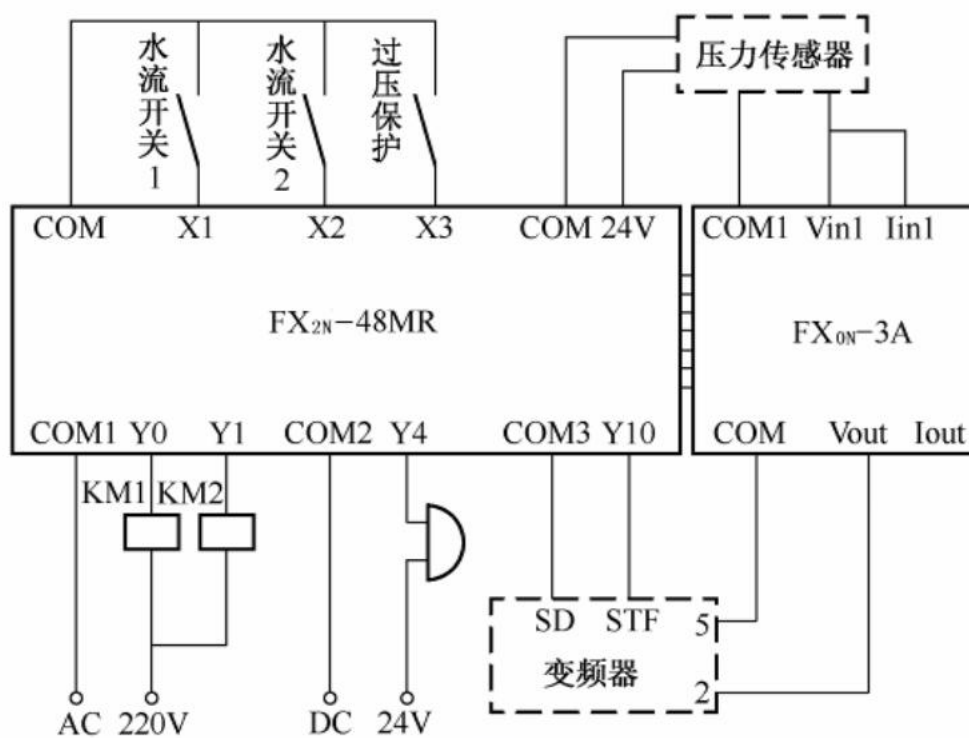

图9-52 系统接线图
根据控制要求及I/O分配，其系统接线图如图9-52所示。
(1) 将触摸屏RS232接口与计算机连接，将触摸屏RS422接口与PLC编程接口连接，编写好FX0N-3A偏移/增益调整程序，连接好FX0N-3A I/O电路，通过GAIN和OFFSET调整偏移/增益。
(2) 按图9-51设计好触摸屏画面，并设置好各控件的属性，按图9-52编写好PLC程序，并传送到触摸屏和PLC。
(3) 将PLC运行开关保持OFF，程序设定为监视状态，按触摸屏上的按钮，观察程序触点动作情况，如动作不正确，检查触摸屏属性设置和程序是否对应。
(4) 系统时间应正确显示。
(5) 改变触摸屏输入寄存器值，观察程序对应寄存器的值变化。